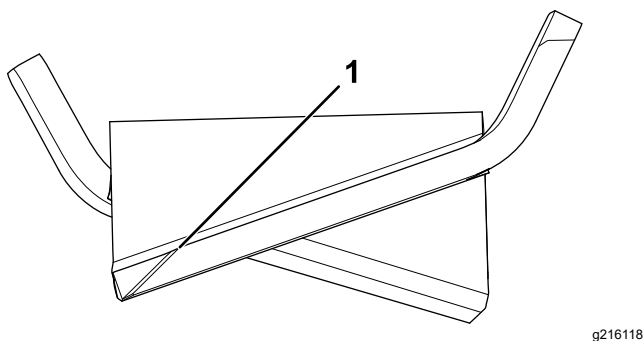

図 106
1. ブレードは、両端部の刃先をやすりまたは研磨機で磨く 図 106。
注 もし傾くようなら、重い方のセイル部を少し削って調整する 図 106。